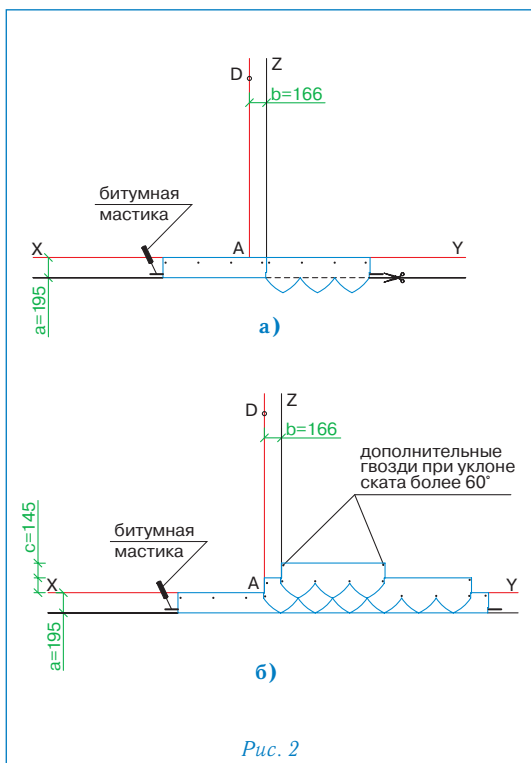

Рис. 2
Укладка материала (рис. 2)
- Начальный ряд формируется из листов черепицы ВЕРСАЛЬ с обрезанными лепестками. Полученные таким образом полосы шириной 19,5 см укладываются по линии карниза в обе стороны от линии Z (рис. 2а) и фиксируются по нижнему краю битумной мастикой, а по верхней кромке 4 гвоздями (ось гвоздей на 5 см ниже верхнего края полосы);
- далее первый ряд черепицы укладывается от линии AD (рис. 2б);
- второй ряд укладывается от линии Z (со смещением 16,6 см от AD) (рис. 2б);
Каждый лист гибкой черепицы ВЕРСАЛЬ крепится 4 гвоздями таким образом, чтобы гвоздь прошивал и верхний край нижележащего листа черепицы (рис. 2б).